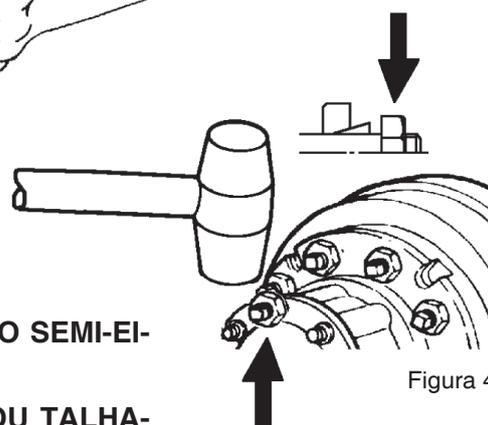

Figura 4
**IMPORTANTE:** Para remover as arruelas cônicas, apoie uma barra de latão (com diâm. 38 mm) na depressão existente no centro do flange do semi-eixo e bata na mesma com um martelo de bronze (figura 3) ou use uma porca auxiliar, batendo com o martelo no sextavado da porca (Figura 4).